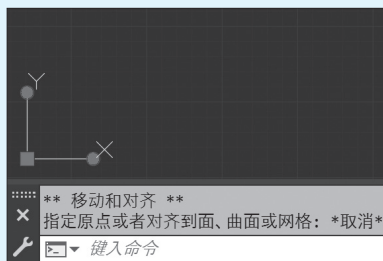

图 1-17 显示夹点
(1) 在 AutoCAD 绘图区选择用户坐标系，确保出现原点夹点，如图 1-17 所示。